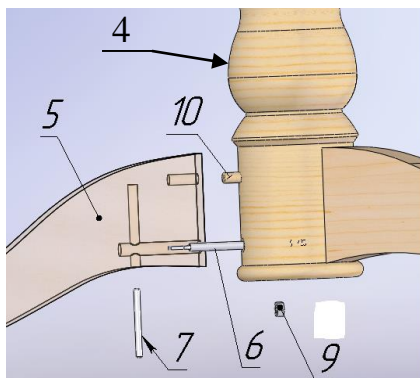

Рис.1
2.1 Определить места крепления опор (5) к ногам (4) рис.1.
2.2 Вставить стяжки (6) плоским концом с отверстием под штифт в боковые отверстия опор. В нижние отверстия опор вставить штифты (7) так, чтобы они попали в отверстия стяжек (6) - рис.1.
2.3 Соединить ноги (4) с опорами (5), вставив резьбовые части стяжек (6) в отверстия ног так, чтобы они попали в отверстия металлического кольца, расположенного внутри ног, а фиксирующие шканты (10) на опорах попали в отверстия на ногах (4). Закрепить стяжки изнутри металлического кольца гайками (9) - рис. 1.